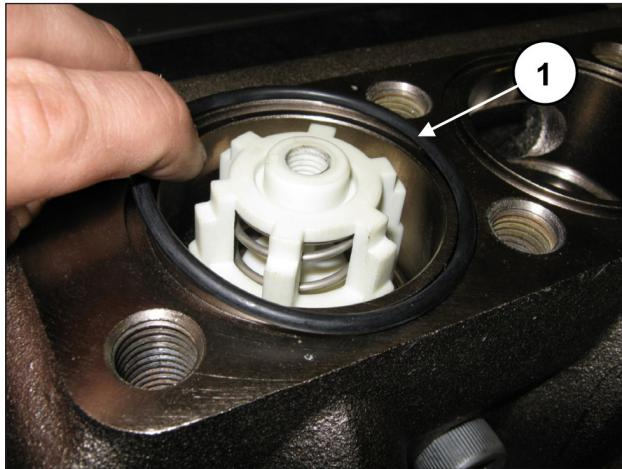

Fig. 160
Aplicar la junta tórica frontal en las válvulas de envío (pos. ①, Fig. 160).